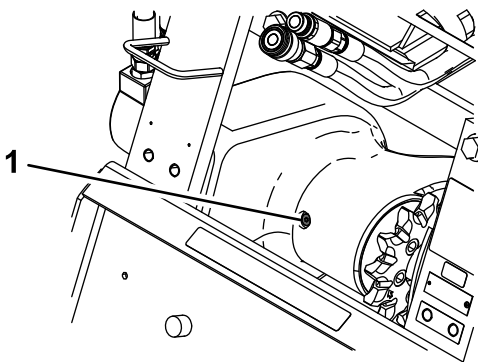

図 13
4. ベアリングケースの補給穴プラグの周辺をウェスできれいにぬぐう 図 13。
5. 補給穴からプラグを外す 図 13。
3. ベアリングケースの補給穴プラグの周辺をウェスできれいにぬぐう 図 13。
4. 補給穴からプラグを外す 図 13。